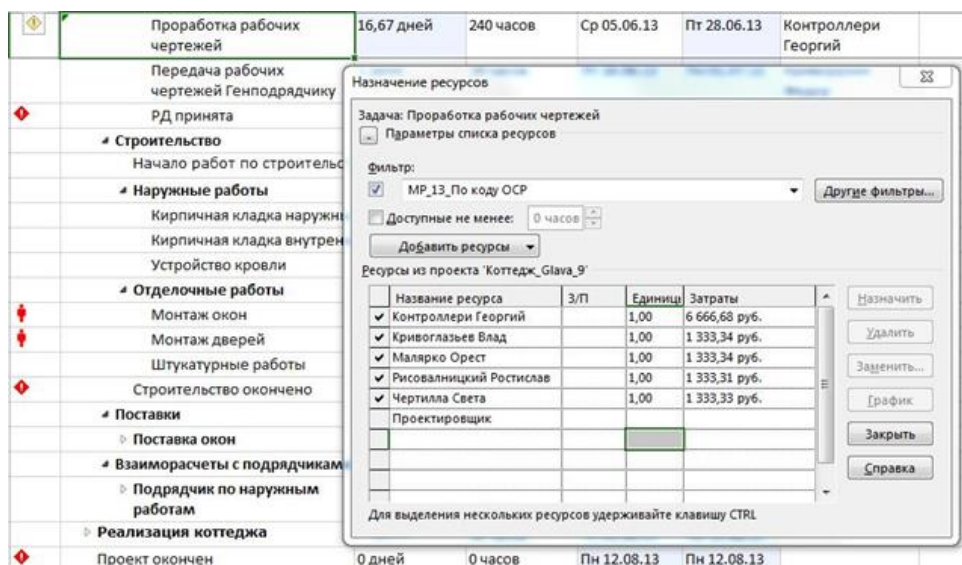

Рисунок 92 – Замена ресурсов
- 4) Заменить универсальные ресурсы на конкретных людей, с которых спрашивать, кто сколько сделал. Как и поступаем, универсальные ресурсы заменяем на всех людей, имеющих код ОСР «Инженер ПТО», Рисунок 92.